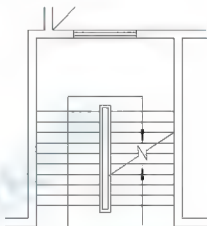

图 2.134 绘制出箭头
(6) 在指定下一个点或 [圆弧 (A)/ 半宽 (H)/ 长度 (L)/ 放弃 (U)/ 宽度 (W)]: 提示下, 输入 “W” 后按 Enter 键。
(7) 在指定起点宽度 <0.0000>: 提示下, 输入 “80” 后按 Enter 键。
(8) 在指定端点宽度 <80.0000>: 提示下, 输入 “0” 后按 Enter 键。
(9) 在指定下一点或 [圆弧 (A)/ 闭合 (C)/ 半宽 (H)/ 长度 (L)/ 放弃 (U)/ 宽度 (W)]: 提示下, 将光标垂直向下拖动, 输入 “400” 后按 Enter 键, 结果如图 2.134 所示。